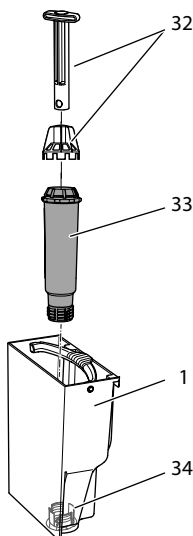

Fig. 19: Vissage/Dévisserie de la cartouche filtrante à eau
- Retirer la cartouche filtrante à eau (voir Fig. 19 à la page 82).
9. Insérer une cartouche filtrante neuve dans le réservoir d'eau (voir Fig. 19).
3. Retirer la cartouche filtrante à eau (voir Fig. 19).